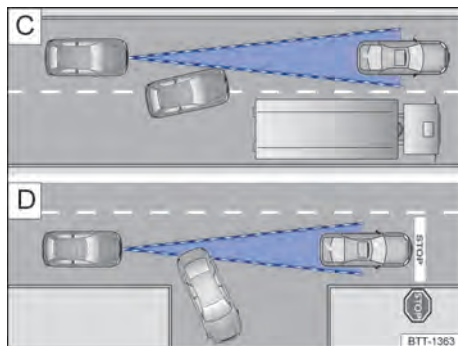

Fig. 109 (C) Cambio de carril. (D) Vehículo girando o parado.
Por ejemplo, si un vehículo detectado por el ACC gira o abandona el carril, y si hay un vehículo parado frente a este vehículo, el ACC no reaccionará al vehículo parado → fig. 109 D.
- Vehículos que cambian al carril donde usted está a poca distancia del vehículo → fig. 109 C.